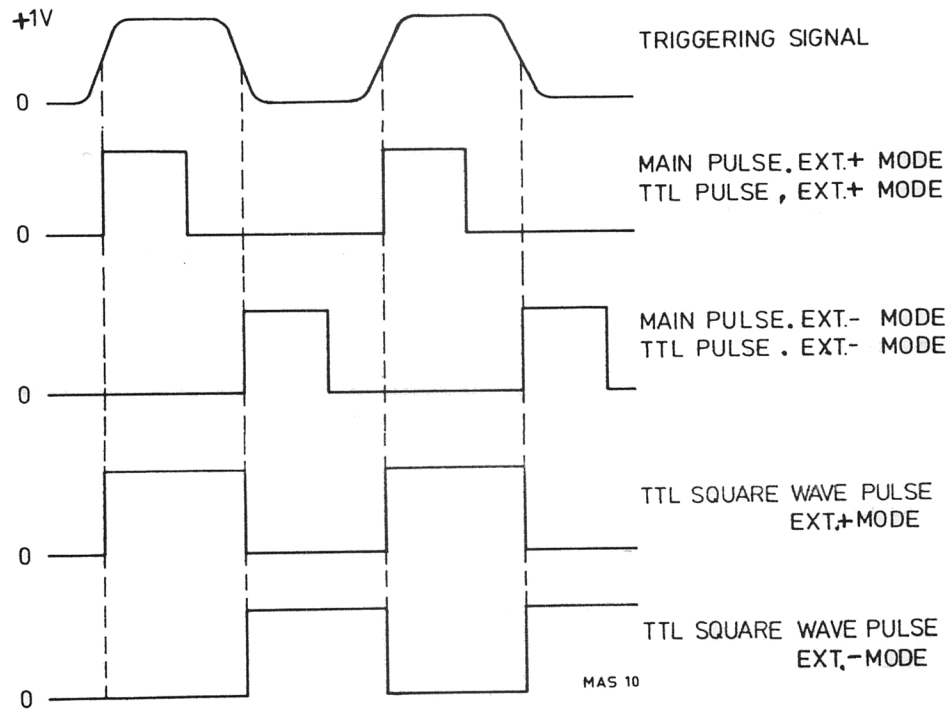

Fig. VI-7 : Déclenchement externe PM 5705
- Choisir le déclenchement à la pente positive ou négative du signal en mettant le commutateur REPETITION TIME sur EXT+ ou EXT-. Régler la durée sur 10 μ s. Se référer à la fig. VI-7.
- Observer que les impulsions de sortie ont le même temps de répétition que le signal de déclenchement mais une durée d'impulsion égale à celle réglée avec les commandes DURATION. Fig. VI-7.
- Observer un signal de sortie similaire à la fig. VI-7.
Se référer à la fig. VI-7.